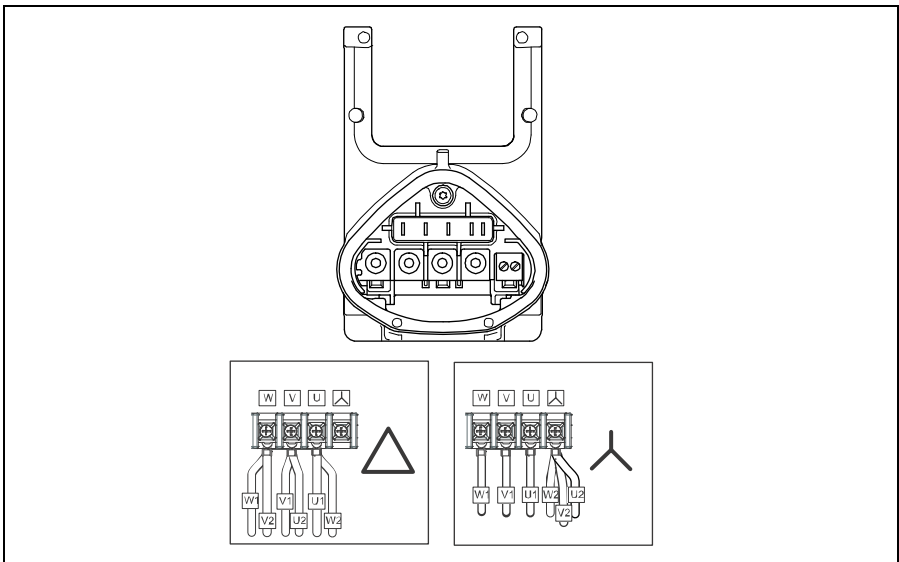

Abb. 4: Stern- oder Dreieck-Schaltung beim motorintegrierten Antriebsregler
Mit dem beiliegenden Montagematerial können sowohl Aderendhülsen als auch Kabelschuhe angeschlossen werden. Die Anschlussmöglichkeiten sind in Abb. 4 zu erkennen.
6. Legen Sie die Dichtung (3) auf.
7. Führen Sie die Motoranschlussleitung an der Anschlussklemme vorbei durch die Adapterplatte und verschrauben Sie die Adapterplatte mit den vier Befestigungsschrauben (4) am Motor (Drehmoment: 2,0 Nm).
8. Schließen Sie die Motorlitzen in der geforderten Verschaltung an, siehe auch Abb. 4. (Drehmoment: 3,0 Nm).